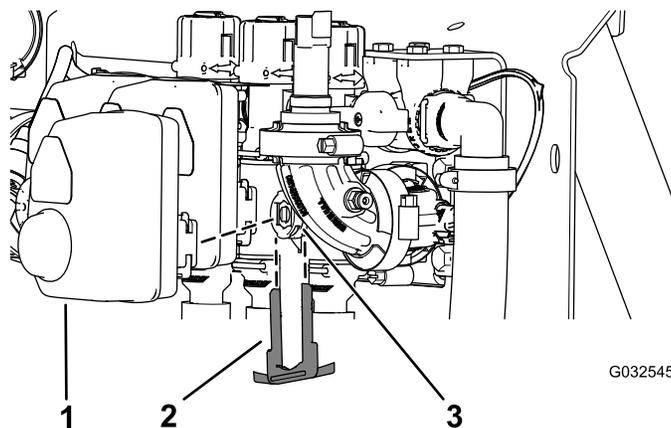

Figure 107
- Retirez l'étrier qui fixe l'actionneur à la valve du collecteur pour la vanne de section ou la vanne d'agitation (Figure 107).